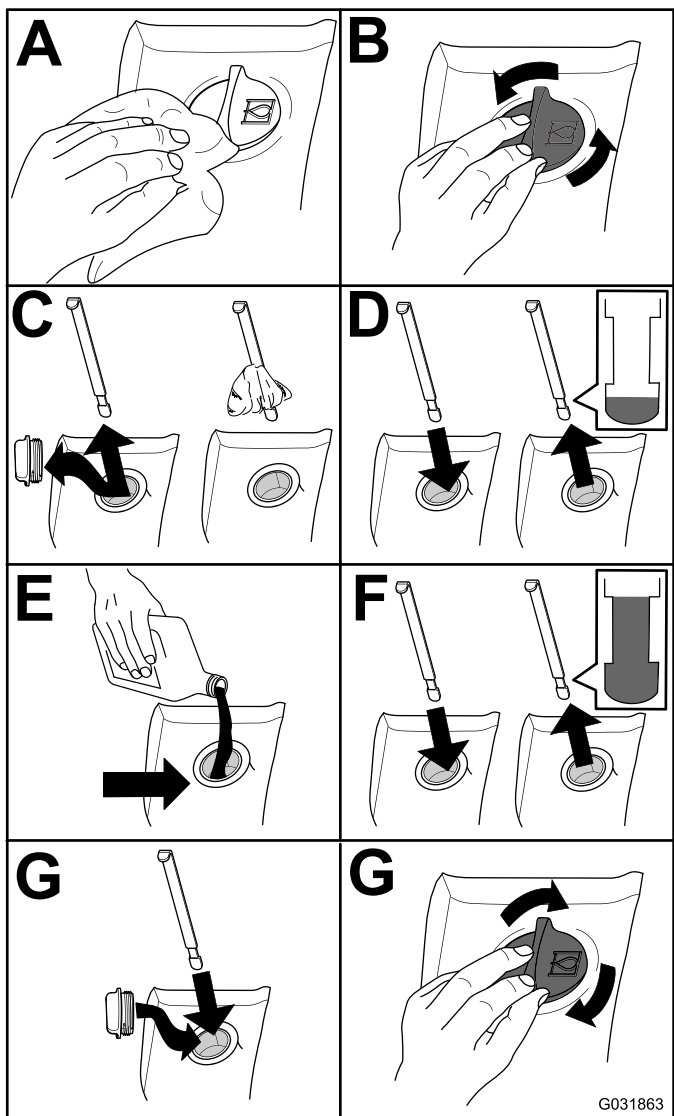

Рисунок 82
2. Проверьте уровень гидравлической жидкости (Рисунок 82).